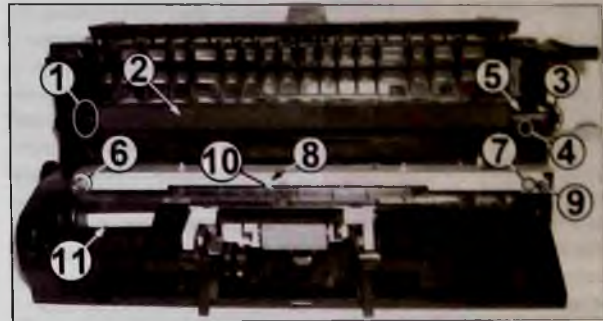
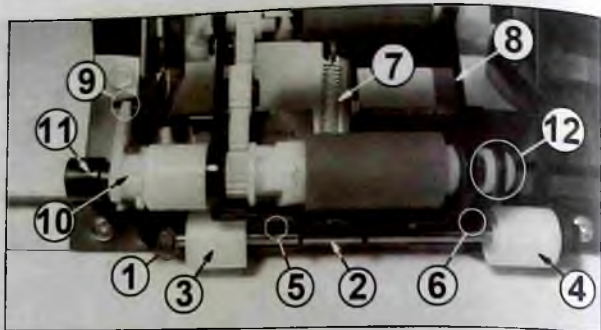

Рис. 23
Рис. 24
1. Располагают узел вала переноса к себе, запоминают расположение левого бушинга и пружины бушинга на основании узла. С обратной стороны пинцетом освобождают фиксаторы левого бушинга (1 на рис. 23) вала переноса (2). Перемещают левую сторону вала в сборе с бушингом к себе, до выхода бушинга за пределы корпуса. Далее перемещают вал влево до выхода его правой стороны из фиксатора (3) и
2. Освобождают фиксатор (4 на рис. 23) правого бушинга (5), перемещают бушинг к себе и снимают его с узла в сборе с возвратной пружиной.
Откручивают два самореза (6 и 7 на рис. 23), перемещают правую сторону планки (8) к себе до выхода ориентирующего выступа (9) из отверстия планки. Далее перемещают планку в правую сторону, вынимают левую сторону планки из паза на основании узла и вал (11 на рис. 23) привода роликов подачи с муфты вала (11 на рис. 24) блока роликов. Затем перемещают планку к себе и снимают ее с узла в сборе с прижимными роликами вала
Для снятия прижимных роликов вала транспорта бумаги располагают планку прижимными роликами к себе. Освобождают фиксатор (1 на рис. 24) оси (2) прижимных роликов (3 и 4), перемещают левую сторону оси роликов к себе и снимают ее в сборе с прижимными роликами с узла. Последовательно снимают ролики с оси и две пружины (5 и 6) с держателя роликов. Установку роликов выполняют в обратном порядке. Проверяют фиксацию оси на держателе роликов.
Запоминают местоположение рычагов, возвратной пружины и блока роликов на держателе. Снимают пружину (7 на рис. 24) возврата блока (8) роликов подачи бумаги в исходное положение с упора (10 на рис. 23) на держателе роликов. Освобождают фиксатор (9 на рис. 24) левого бушинга (10) блока роликов и поворачивают
бушинг до совмещения лысок бушинга с пазом посадки на держателе. Перемещают левую сторону блока роликов вверх до выхода левого бушинга из посадки на держателе. Затем перемещают блок в левую сторону, вынимают правую сторону вала (11 на рис. 24) блока с правого бушинга (12) и снимают блок с держателя. При необходимости снимают правый бушинг с держателя блока роликов. Установку блока роликов на держатель выполняют в обратной последовательности. Перед установкой блока обращают внимание на расположение рычагов на держателе относительно блока роликов. Последовательно устанавливают правый бушинг и блок роликов на место. Проверяют посадку левого бушинга и фиксируют его на держателе.